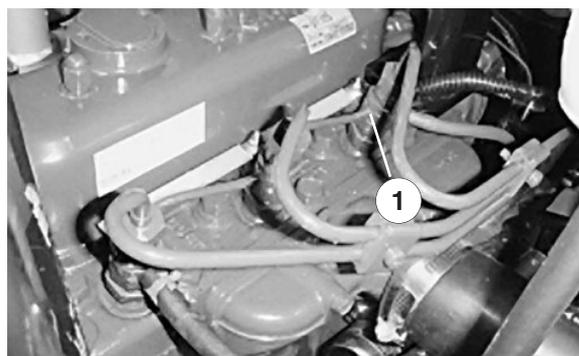

Bild 29
1. Lösen Sie den Leitungsanschluss an der Einspritzdüse Nr. 1 und der Halterungsgruppe an der Einspritzpumpe (Bild 29).